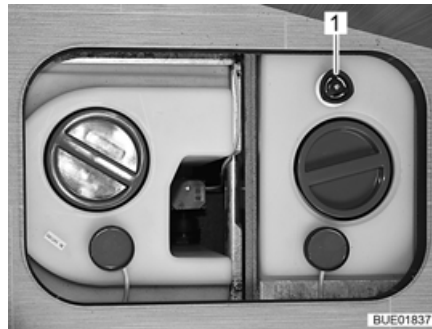

Bild 193 Vattentank med ratt
- Vrid ratten (Bild 193,1) på vattentanken moturs mot motståndet till stoppläget för att öppna utloppsöppningen helt.